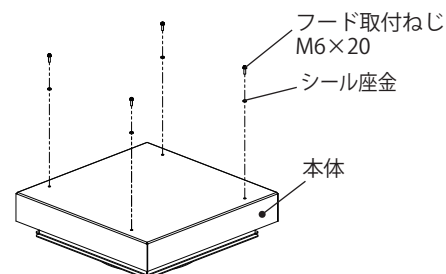

図 3
- フード取付ねじ M6×20・シール座金（4 か所）を取り外してください。（図 3）